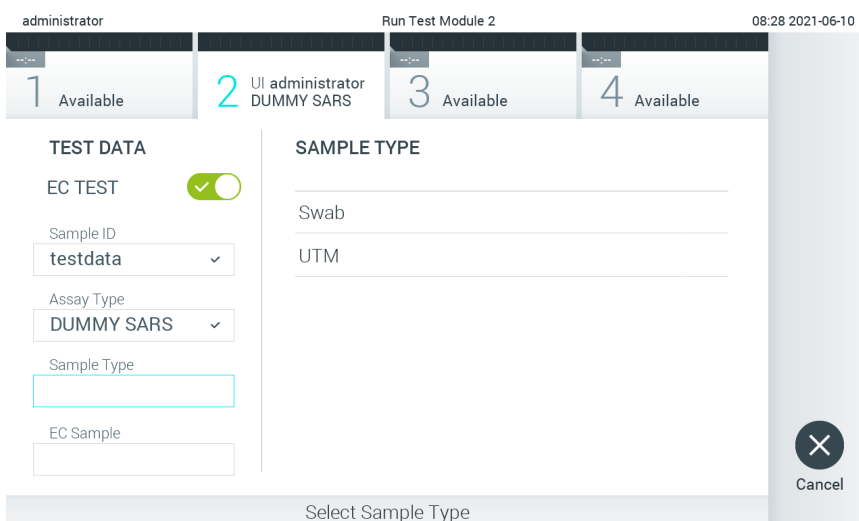

図 91. サンプルの種類の選択。
5. 必要があれば、リストから適切なサンプルの種類を選択します (図 91)。